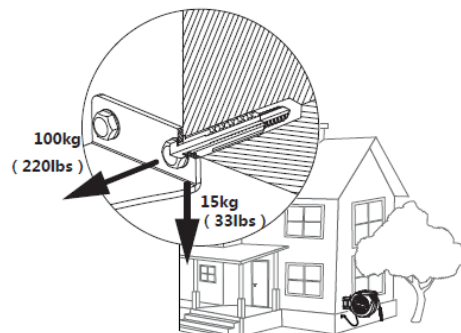

Fig. 2
- Deve essere sufficientemente robusta da sostenere i carichi indicati nella Fig. 2.